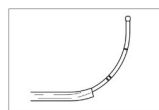

Figure 4 : Courbure frontale
- **Sinus frontaux :** lors de l'accès aux ostiums/creux frontaux, il est recommandé d'utiliser une courbe de grand rayon semblable à un instrument de recherche de sinus frontal (Figure 4).